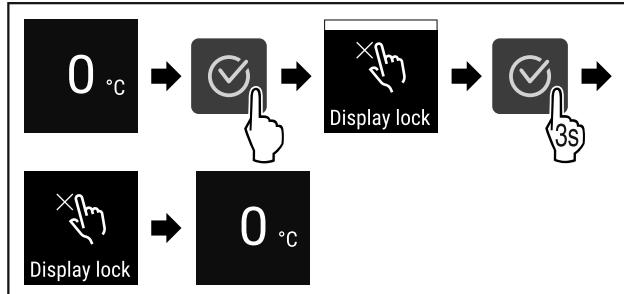

Fig. 67
- Провести етапи операцій (див. Fig. 67) .